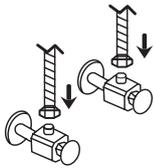

Figura 14.
7. Conecta las mangueras flexibles para agua caliente y fría del Grifo al suministro, enroscando las tuercas de las mangueras flexibles a la salida de las válvulas angulares de suministro de agua fría/caliente según corresponda y aprieta con la llave, ver Figura 14.